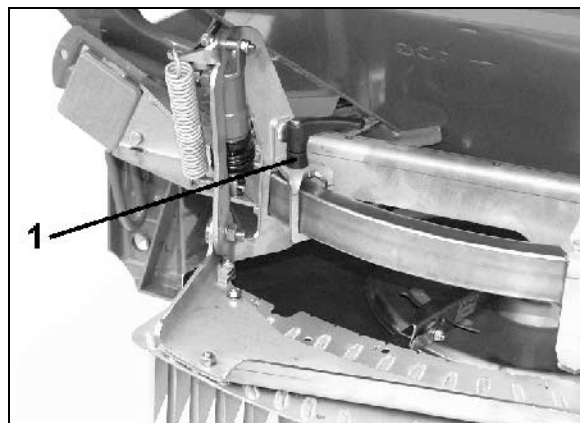

Fig. 59
1. För att göra detta lossas spännarmen (Fig. 59/1).